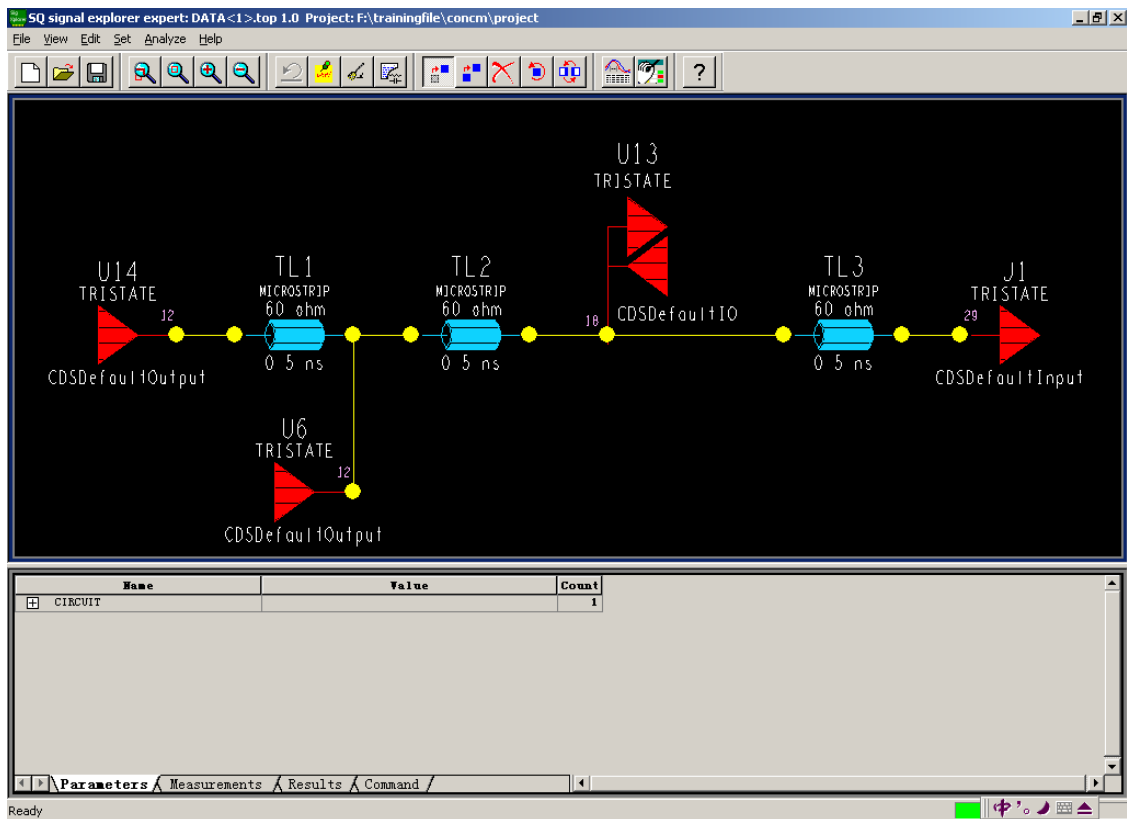

图 5-1 【Signal explorer expert】界面
4. 选择“Expert”，点击  按钮，或者双击“Expert”。进入【Signal explorer expert】界面。调整窗口如图 5-1 显示。